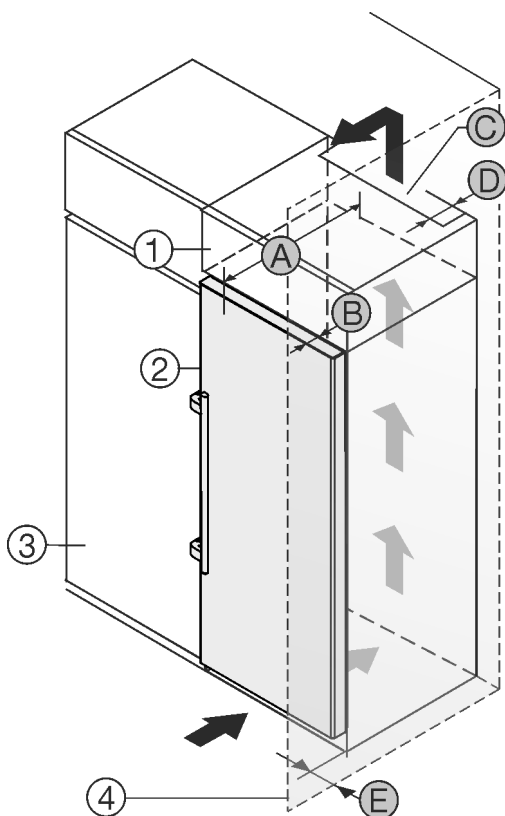

Fig. 2
Можете да поставите уреда непосредствено до кухненския шкаф Fig. 2 (3)*.
От задната страна на шкафа-пристройка трябва да има вентилационен отвор с дълбочина Fig. 2 (D) по цялата ширина на шкафа-пристройка.*
Под тавана на помещението трябва да е спазено сечението за вентилация Fig. 2 (C)*.
Когато уредът се поставя с пантите до стена Fig. 2 (4), разстоянието между уреда и стената трябва да е поне 57 mm. Това отговаря на разстоянието, с което дръжките стърчат при отворена врата.*
За да можете да отваряте вратата изцяло, уредът трябва да е издаден с дълбочината на вратата Fig. 2 (B) спрямо челото на кухненския шкаф. В зависимост от дълбочината на кухненските шкафове Fig. 2 (3) и използването на детайли за отстояние от стената, уредът може да излезе още по-напред.*